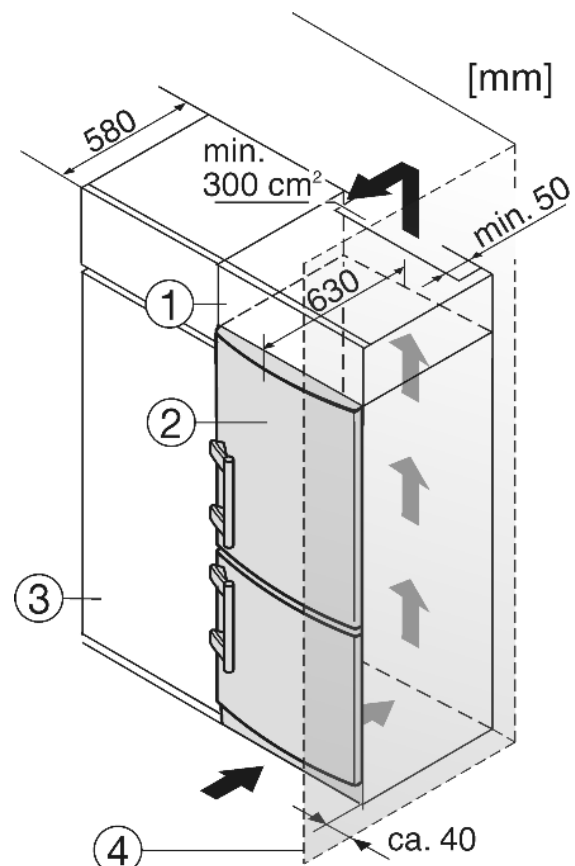

Fig. 9
- (1) Дополнительный шкафчик
- (2) Устройство
- (3) Кухонный шкаф
- (4) Стенка
Устройство может быть окружено предметами кухонной обстановки. Чтобы уравнивать устройство Fig. 9 (2) по высоте с кухонной стенкой, можно установить над устройством соответствующий дополнительный шкафчик Fig. 9 (1).
При комбинировании с обычными кухонными шкафами (глубина макс. 580 мм) устройство можно установить непосредственно рядом с кухонным шкафом Fig. 9 (3). Дверца устройства выступает по сторонам на 34 мм и по центру устройства на 50 мм относительно передней стенки кухонного шкафа. Поэтому ее можно свободно открывать и закрывать.
Если устройство установлено на шарнирах у стены Fig. 9 (4), то расстояние между устройством и стеной должно быть не менее 40 мм. Настолько выступает ручка при открытой дверце.